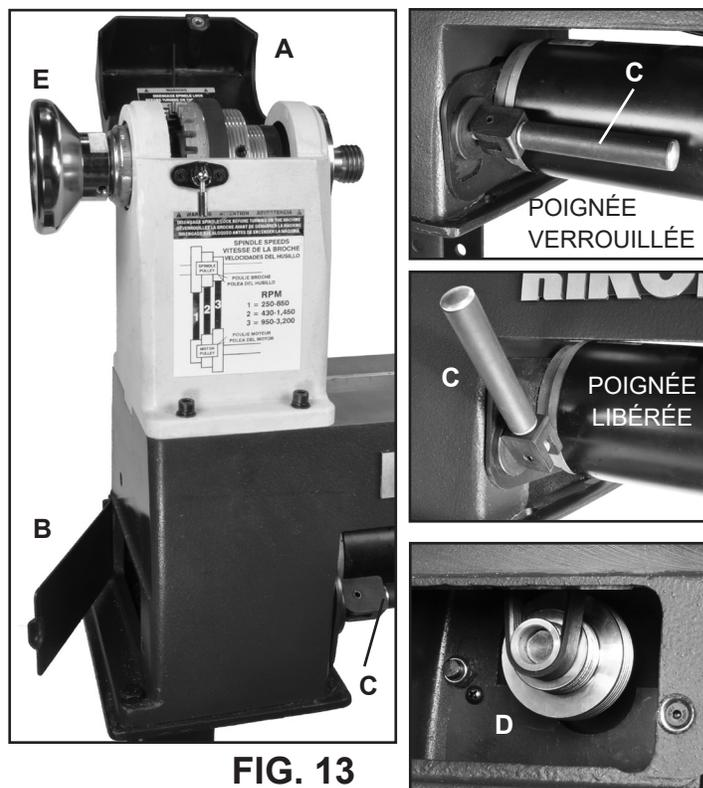

FIG. 13
2. Ouvrez le capot de la poupée fixe (#14B, FIG. 13, A) et la porte d'accès de la base du tour à gauche (#44A, B) pour accéder à la courroie et aux poulies à l'intérieur.
- Tirez la poignée vers l'avant pour dégager. FIG. 13, C.
4. Retirez la courroie (#38B) de la poulie du moteur (#24A; FIG. 13, D). **NOTE:** Si on ne conserve pas l'ancienne courroie, on peut simplement la couper à ce moment.
5. Pour retirer le volant (#1B, FIG. 13, E), desserrez les deux (2) vis de blocage (#2B). Utilisez ensuite la clé de 38mm sur la partie plate de la broche, et desserrez à la main le plateau de la broche. Tournez le volant en sens anti-horaire pour le retirer complètement de la broche.